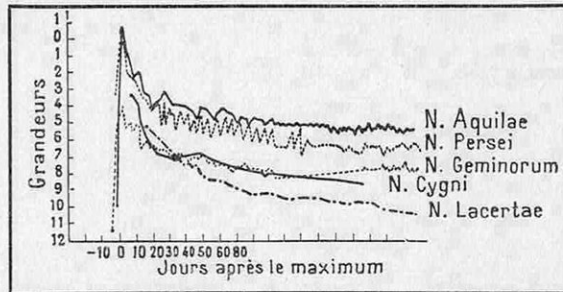

FIG. 1. — COURBES DES VARIATIONS DES GRANDEURS STELLAIRES DE CINQ NOVÆ
Reportons-nous aux graphiques de la figure 1, qui représentent, pour les étoiles nouvelles que j'ai dites, la variation de leur grandeur stellaire (1), c'est-à-dire de leur éclat lumineux ; pour toutes, la marche est la même : au début, un accroissement très rapide de l'intensité, qui peut, en quelques jours, devenir dix mille fois et même (cela s'est vu), cent mille fois plus grande qu'au début ; bientôt, l'état maximum est atteint ; il se maintient pendant quelques jours, puis il commence à décroître ; mais cette décroissance est beaucoup plus lente que n'avait été la montée, et, d'autre part, elle se fait en « dents de scie », c'est-à-dire avec des reprises partielles et momentanées d'activité lumineuse ; puis, finalement, l'astre décline, il cesse d'être visible à l'œil nu ; mais on peut continuer à l'observer, à condition d'employer des instruments de grande ouverture.